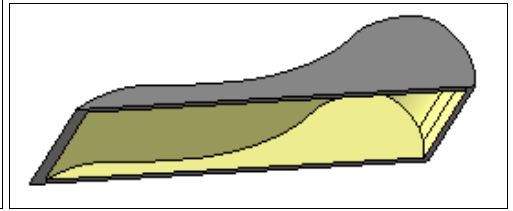

Рис. 24.14. Модель 20
- ◆ нажмите кнопку **Создать объект**. Система создаст тонкостенную модель с оболочкой желтого цвета (рис. 24.14). Назовем ее Модель 20.